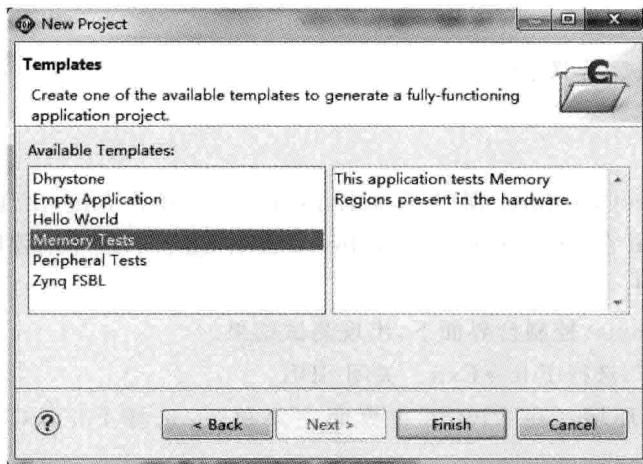

图 4.24 选择应用工程模板
- (1) 在 SDK 主界面主菜单下,选择 File→New→Application Project。
- (2) 出现 New Project 对话框界面,按下面参数设置:
- ① Project name: mem\_test;
- ② 选中 Create New 前面的复选框。保留默认的 mem\_test\_bsp。
- (3) 单击 Next 按钮。
- (4) 如图 4.24 所示,出现 Now Project 对话框界面。在该界面左侧的 Available Templates 窗口下,选择 Memeory Tests。
- (5) 单击 Finish 按钮。
- (6) 将自动创建 mem\_test 工程和板支持包工程 mem\_test\_bsp。可以在 SDK 主界面的 Project Explorer 窗口下看到这两个工程目录。并且,SDK 将自动对这两个工程进行编译。在 Console 窗口内,设计者可以查看编译过程的信息。